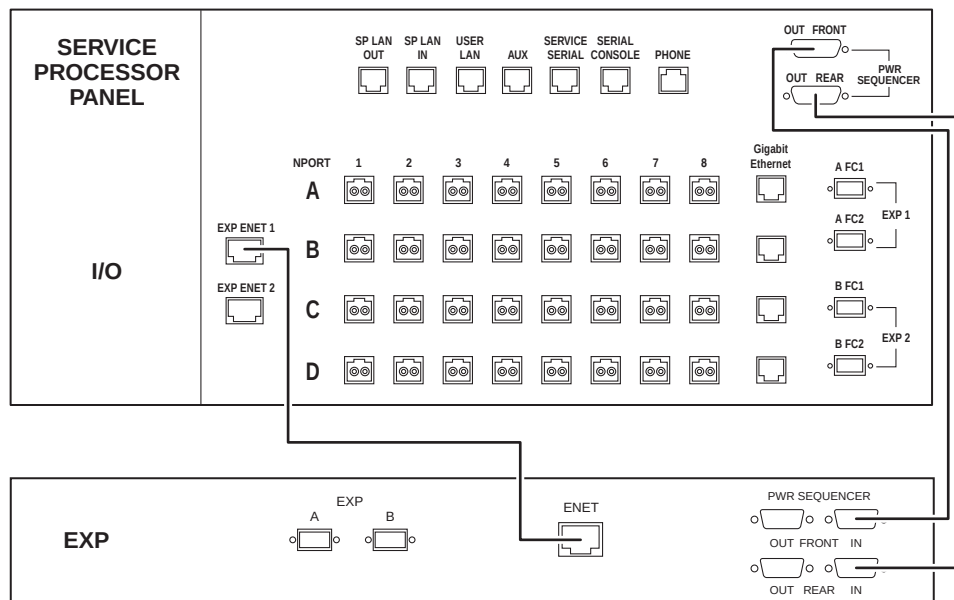

FIGURE B-4 Branchement des câbles de séquenceurs d'alimentation et Ethernet entre le coffret de base et le premier coffret d'extension
1. Si vous connectez un seul coffret d'extension, branchez un seul câble Ethernet (câble croisé 10M RJ-45/RJ-45, référence 530-3138-01) et deux câbles série de séquenceurs d'alimentation (P/N 530-3210-01) entre le coffret de base et le coffret d'extension comme indiqué dans la FIGURE B-4.